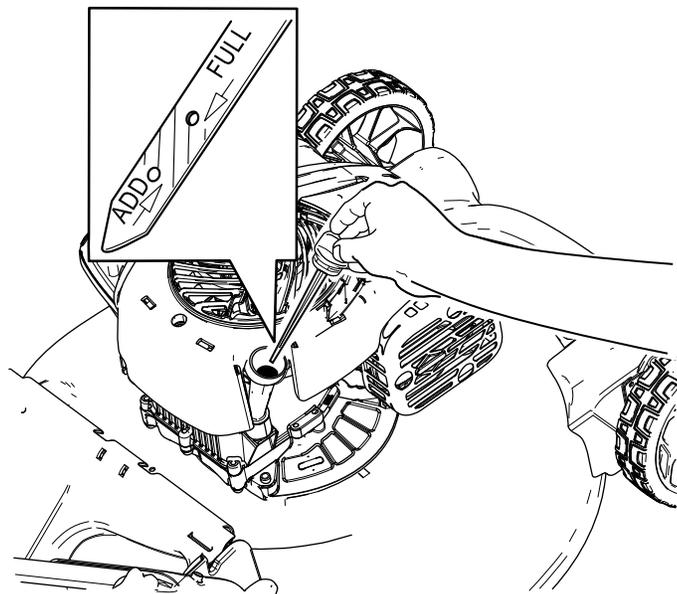

Figura 10
2. Retire la varilla girando el tapón en el sentido contrario a las agujas del reloj y tirando del mismo (Figura 10).
5. Observe el nivel de aceite en la varilla (Figura 10).